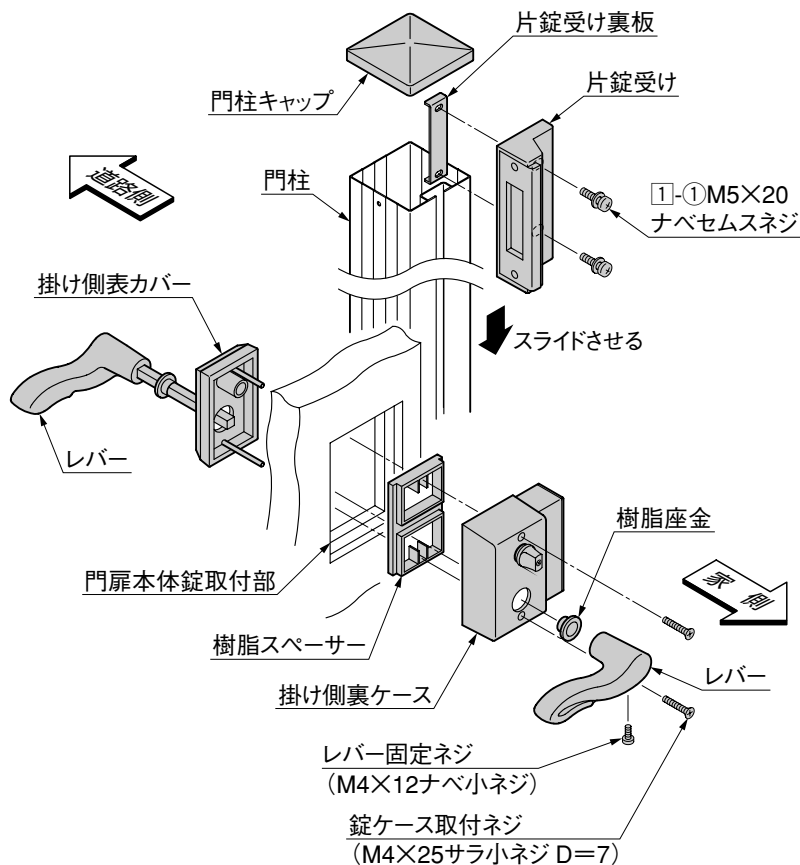

図3-2
① 図3-2にしたがって、門扉に錠を取付けてください。
② 片錠受けを門柱に①-①で取付けてください。